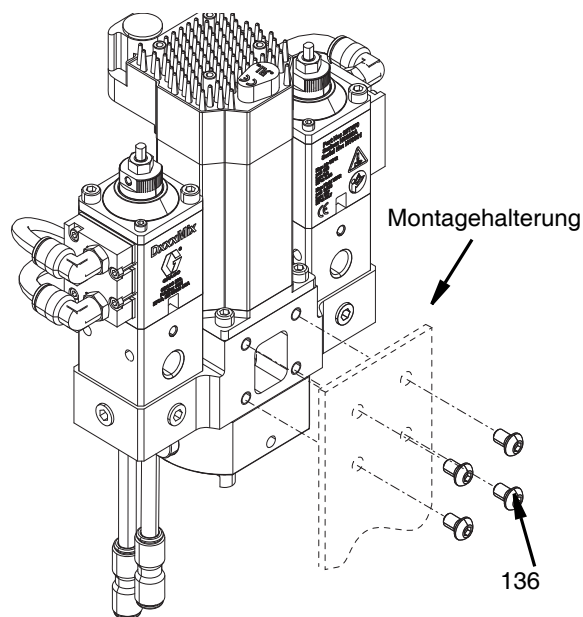

ABB. 26
Das dynamische Voltex Mischventil Voltex wird durch Lösen der vier Schrauben M6 - 1,0 x 10 (136) von der Montagehalterung entfernt. Siehe ABB. 26.